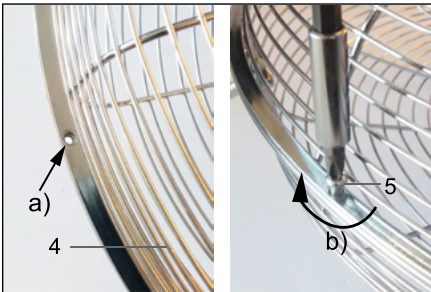

Fig.82: Montaj grilaj de protecție
4. Așezați a doua jumătate a grilajului de protecție (4) pe grilajul de protecție cu blocul motor și cu rotorul.
*Găurile ambelor jumătăți trebuie să fie aliniate una peste cealaltă. Vezi fig. 82 a).*
5. Introduceți mai întâi toate șuruburile în cruce (5) prin găurile prevăzute în acest scop de pe ambele jumătăți de grilaj.
6. Strângeți apoi șuruburile în ordine diagonală în sensul acelor de ceasornic, fig. 82 b).